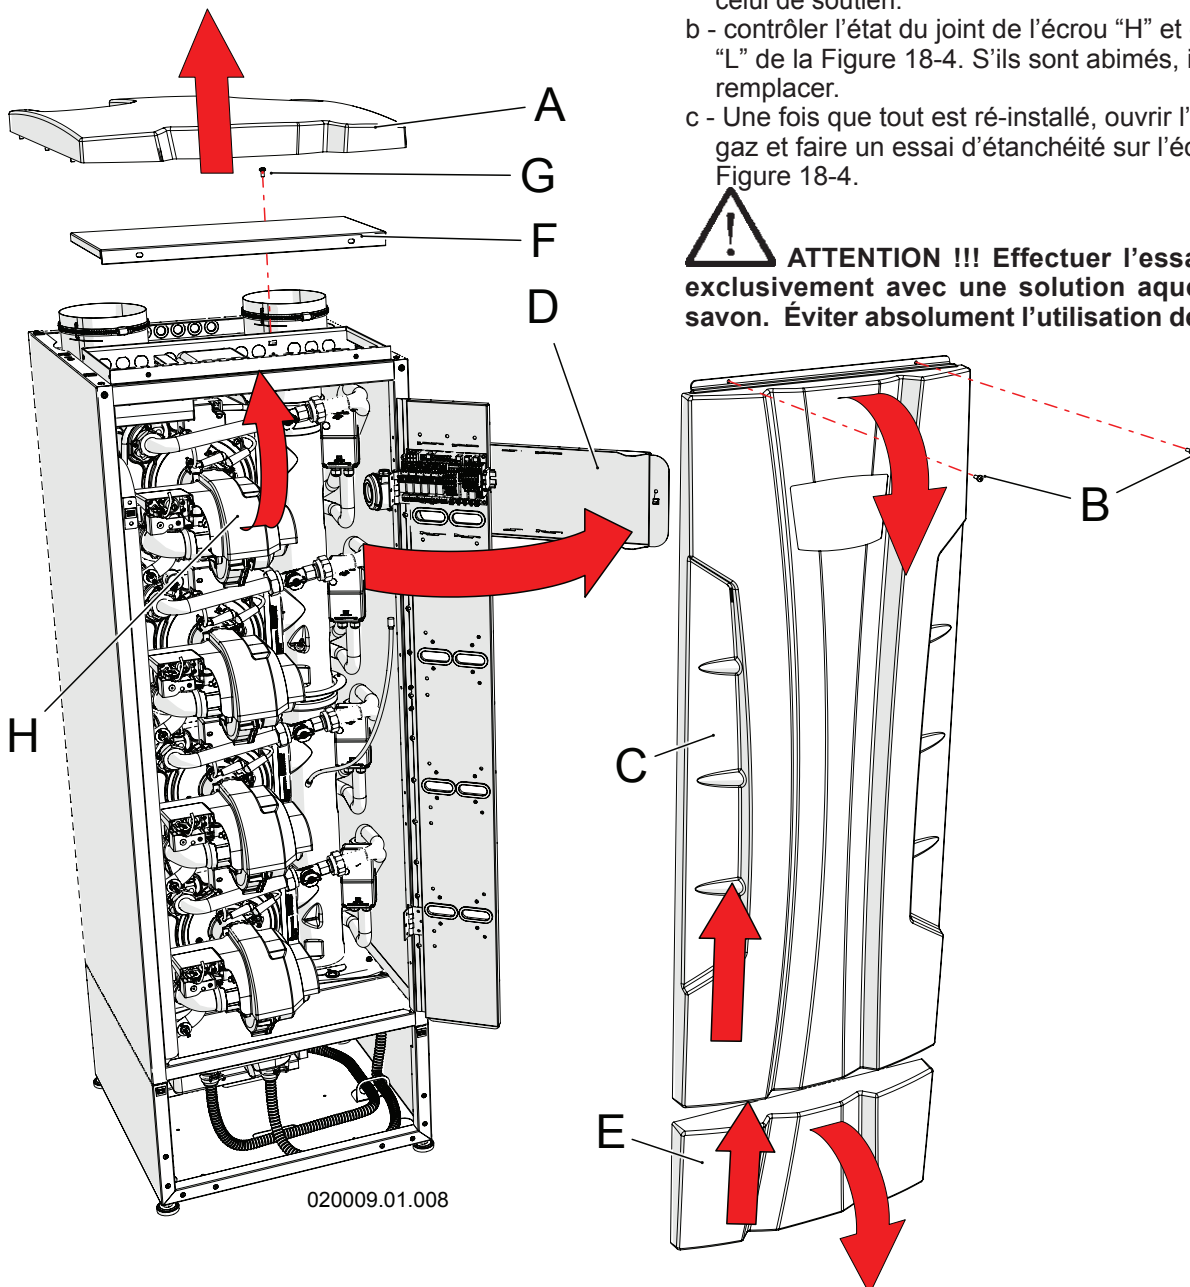

Figure 18-1 - Démontage de la chemise et ouverture du tableau de commande
Pour démonter la chemise procéder comme suit (faire référence à la figure 18-1):
1. Suivre les indications du chapitre 18.2 pour retirer la couverture "E" de la figure 18-1 ;